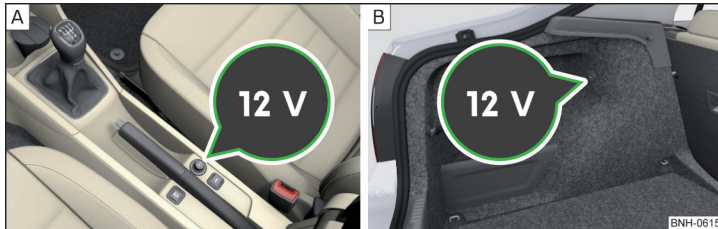

Abb. 72 Abdeckung der 12-Volt-Steckdose: in der Mittelkonsole vorn / im Gepäckraum
- Zum **Gebrauch** die Abdeckung der Steckdose abnehmen » Abb. 72 - **A** oder die Abdeckung der Steckdose öffnen » Abb. 72 - **B**.